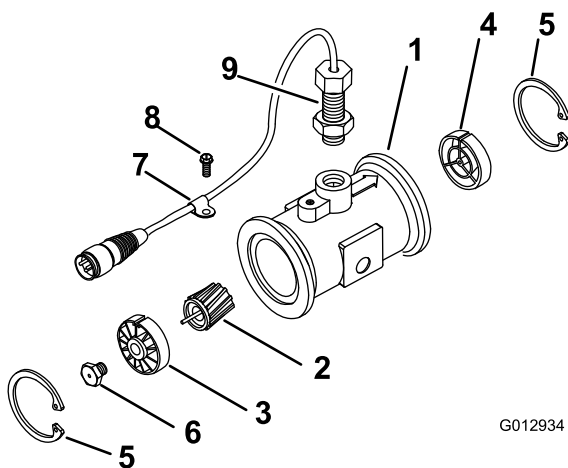

Bild 47
3. Entfernen Sie den Haltering an der vorgeschalteten Seite (Bild 47).